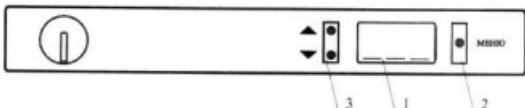

Рис.2 Регулировка температурного режима.
7.2.1 МБУ-М обеспечивает: поддержание температурного режима в камере, индикацию температуры, управление вентиляцией, включение сигнализации при выходе температуры в камере за установленные пределы на +1°C. Датчик температуры МБУ-М размещается внутри камеры холодильника. Органы управления выведены на панель управления холодильника (рис.2).